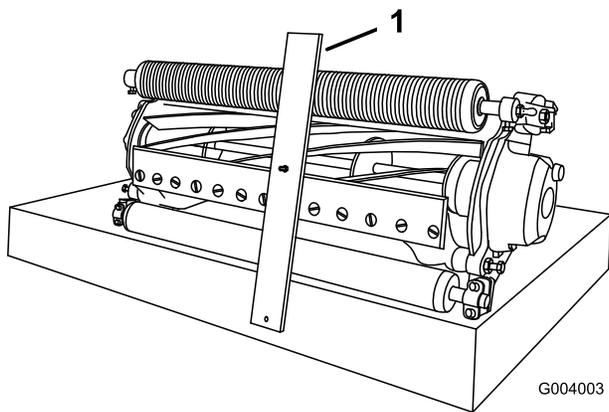

図 54
3. ゲージバーのネジ頭を下刃の切っ先に引っ掛け、バーの後端を後ローラに当てがう (図 54)。